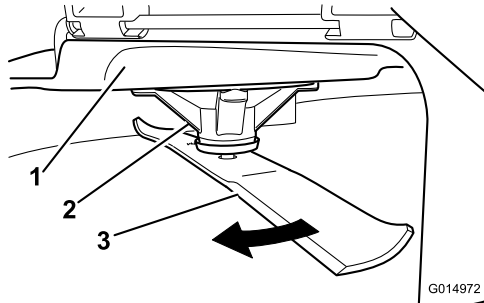

Figura 93
2. Llevando guantes fuertemente acolchados u otro tipo de protección apropiada para las manos, gire la cuchilla lentamente hasta una posición que permita medir la distancia entre el filo de corte y la superficie nivelada en la que descansa la máquina (**Figura 93**).